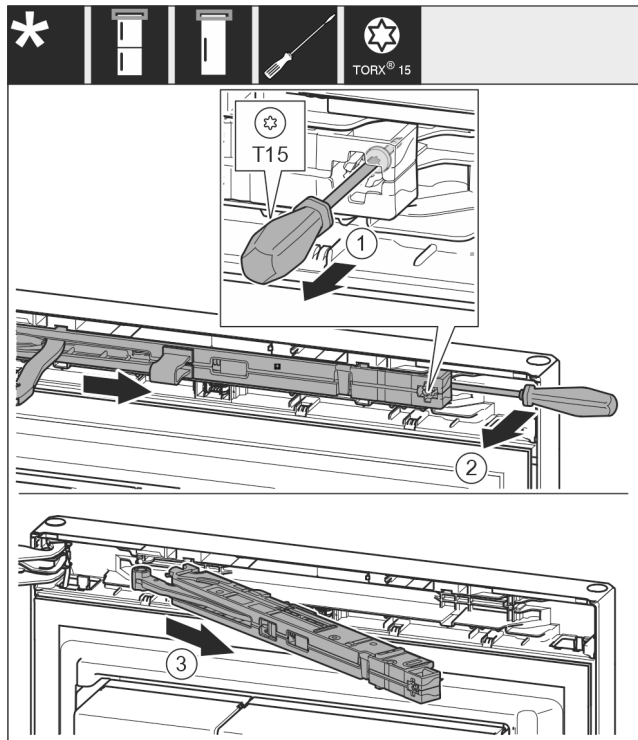

Fig. 11
- Avaa sulkuvaimenninyksikön ruuvia T15-ruuvimeisselillä noin 14 mm. Fig. 11 (1)
- Vie ruuvimeisseli kahvan puolella sulkuvaimenninyksikön taakse ja kierrä yksikköä eteenpäin. Fig. 11 (2)
- Vedä sulkuvaimenninyksikkö ulos. Fig. 11 (3)